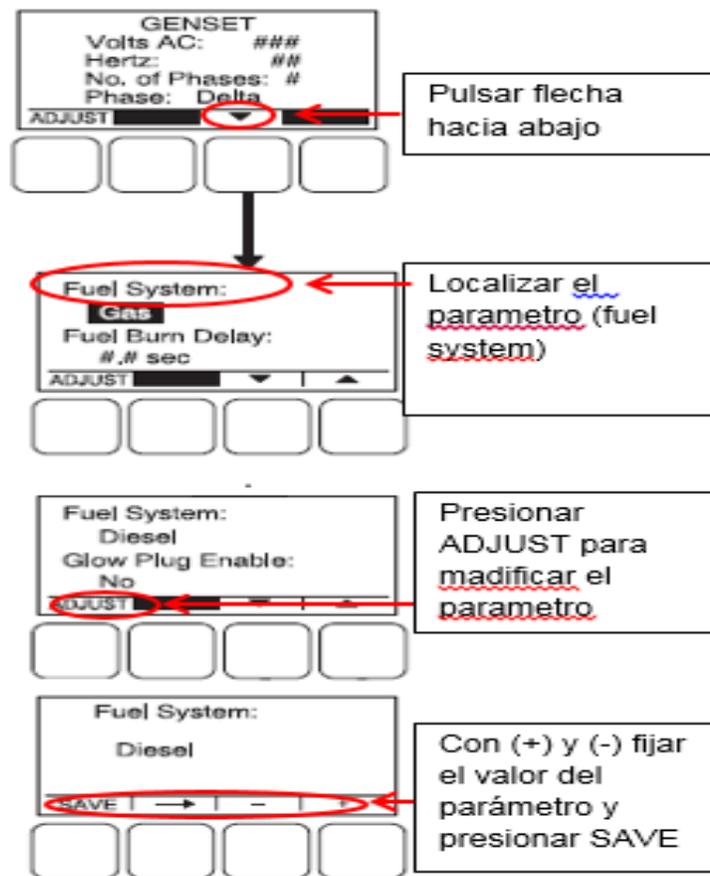

Figura 20. Programación del parámetro sistema de combustible
- Aparece el menú GENSET y con flecha inferior ▼ se ubica el parámetro Fuel System, Figura 20.